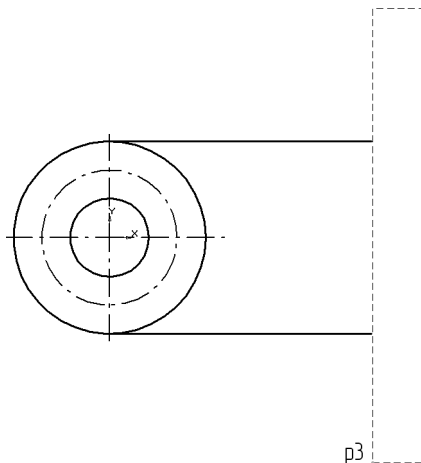

Рис. 51.10.
8. Постройте прямоугольник, лежащий в основании вилки. На рис. 51.10 он показан штриховой линией. Прямоугольник строится указанием двух его противоположных вершин или указанием одной из вершин, высоты и ширины. В любом случае необходимо предварительно установить курсор в одну из вершин прямоугольника. В качестве такой вершины следует выбрать ту точку, указать которую в данной ситуации проще всего, например, левый нижний угол (точка p3 на рис. 51.10). Вы можете явно построить данную точку или просто переместить в данное место курсор — для построения прямоугольника это не имеет значения. В данное время точка p3 отсутствует на чертеже. Чтобы задать ее, следует выполнить вспомогательные построения.